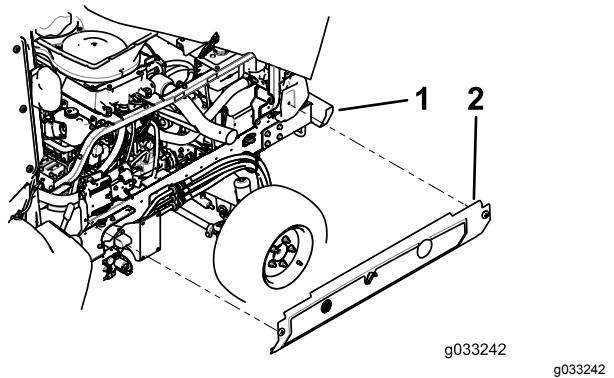

Figura 4
5. Instale o painel lateral com o fixador que guardou na máquina (Figura 4).